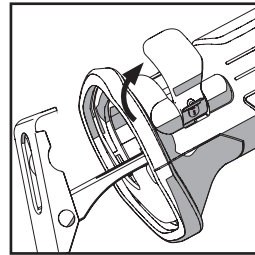

Abb. 1
- Betätigen Sie den Sägeblattklemmhebel, um den Sägeblatthalter zu 'öffnen'. (Abb. 1)